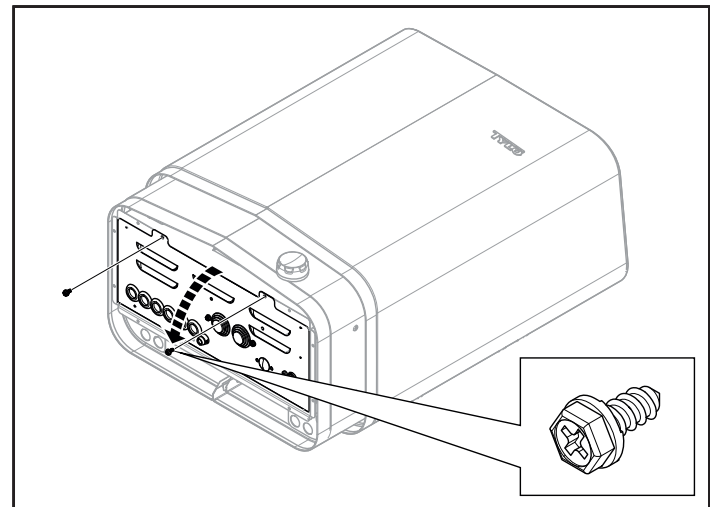

Fig. 8 : Ouverture/fermeture du volet
2. Desserrer les vis et ouvrir le volet (voir la figure 8).
- Fermer le volet et serrer les vis (voir la figure 8, page 21).